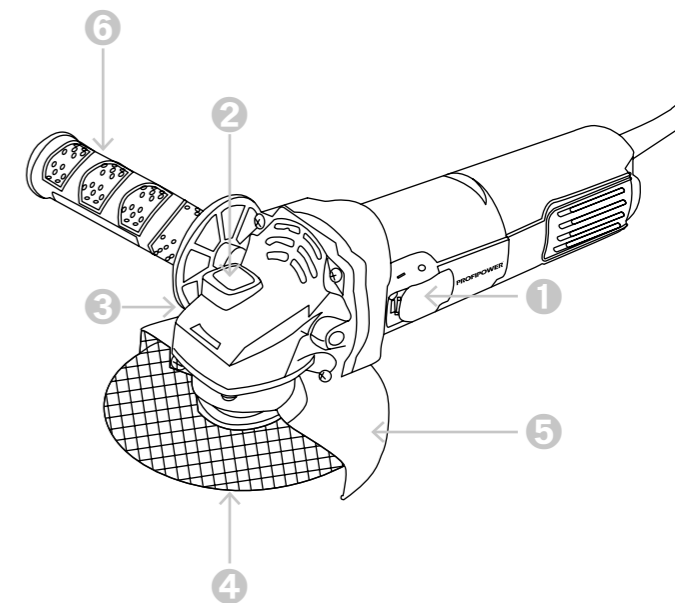
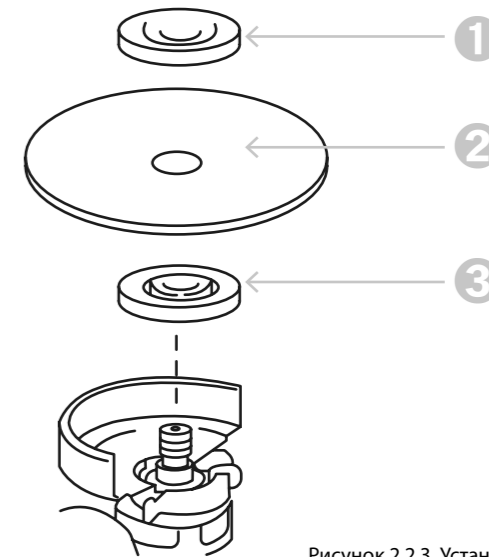

Рисунок 1.1. Устройство инструмента
Рисунок 2.2.3. Установка оснастки
- ❶ Снимите наружный прижимной фланец «3» (рисунок 2.2.3.).
- ❷ Установите на изделие соответствующую оснастку «1», в зависимости от вида работы (шлифование, отрезание), совместив отверстие в оснастке с выступом внутренней шайбы «2» (рисунок 2.2.3.).
- ❸ **ВНИМАНИЕ!** При установке оснастки следуйте указаниям по направлению её вращения.
- ❹ Закрутите наружный фланец «3».
- ❺ Заблокируйте шпindel, нажав кнопку «2» (рисунок 1.1.), и крепко затяните наружный прижимной фланец ключом.
- ❻ Для снятия оснастки нажмите кнопку блокировки «2» (рисунок 1.1.) и прилагаемым ключом открутите фланец.
**ЗАПРЕЩЕНО!** Не включайте блокировку «2» (рисунок 1.1) при вращающемся шпинделе. Это может привести к повреждению инструмента. Нажмите на кнопку блокировки для предотвращения вращения шпинделя при установке или снятии оснастки.
Включайте инструмент только тогда, когда собираетесь работать с ним. Проверяйте перед установкой аккумуляторного блока исправность выключателя «1» (рисунк 1.1), чтобы он возвращался в положение "ВЫКЛ." При нажатии на его заднюю часть. Выключатель можно заблокировать в положении "ВКЛ" для удобства оператора при продолжительном использовании. Для включения инструмента переместите выключатель «1» (рисунок 1.1) вперед нажав на его заднюю часть. При продолжительном использовании нажмите на переднюю часть выключателя для его блокировки в нужном положении. Для выключения инструмента нажмите на заднюю часть выключателя, после чего передвиньте его назад.